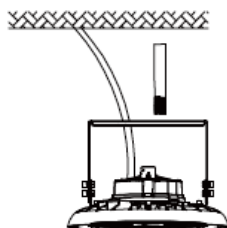

Fig. 9
2. Insérer la tige NPT 1/2 po dans l'orifice du support du luminaire. (Fig. 9)